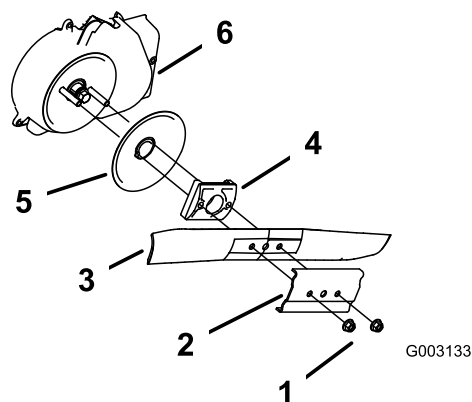

Figura 40
3. Retire las 2 tuercas de la cuchilla y el refuerzo (Figura 40).
4. Retire la cuchilla (Figura 40).
5. Retire el impulsor de la cuchilla y el disco (Figura 40).
6. Retire el protector del embrague del freno de la cuchilla (Figura 40).
10. Instale la cuchilla y el refuerzo que retiró anteriormente (Figura 40).